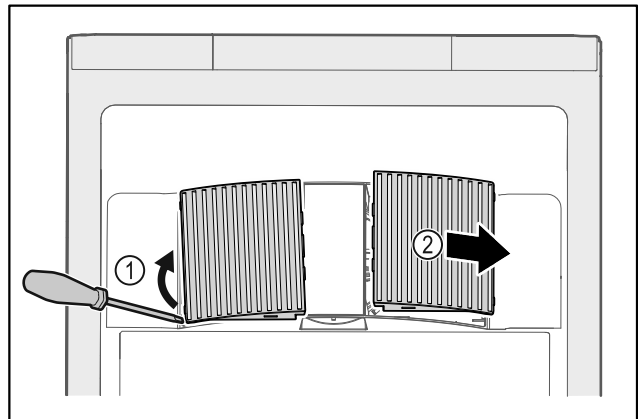

Fig. 234
- ▶ Izceliet uzmanīgi ventilatora pārsegu no sāniem Fig. 234 (1) un noņemiet uz priekšu Fig. 234 (2).